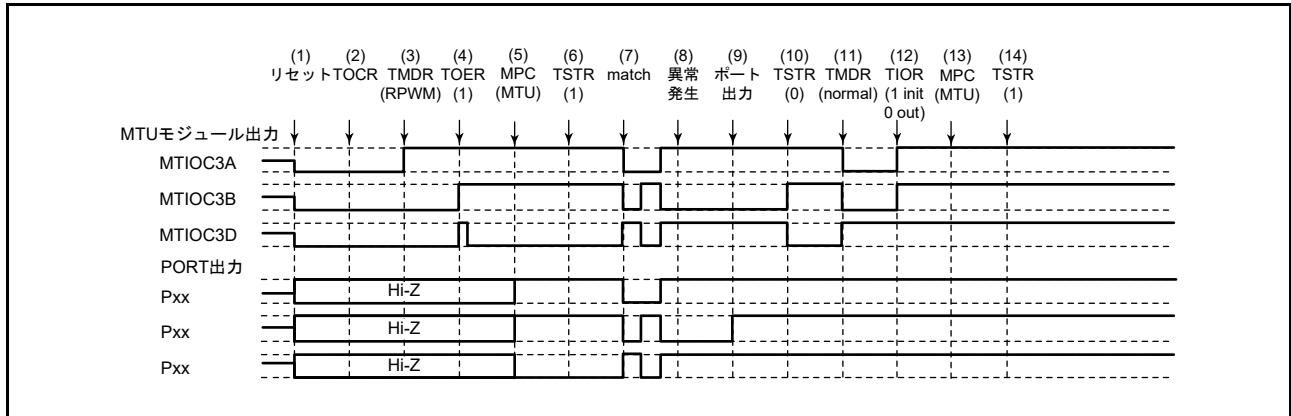

図 20.179 リセット同期 PWM モードで異常が発生し、ノーマルモードで復帰する場合
リセット同期 PWM モードで異常が発生し、再設定後ノーマルモードで再スタートする場合の説明図を図 20.179 に示します。
(1) ~ (10) は図 20.179 と共通です。
(11) PWM モード 1 を設定してください (MTU 出力は正相側が Low、逆相側が High となります)。
(12) TIOR レジスタで端子を初期化してください (PWM モード 1 では MTIOCnB (MTIOCnD) 端子に波形が出力されません。出力すべきレベルがある場合は、I/O ポートのポート方向レジスタ (PDR)、ポート出力データレジスタ (PODR) で汎用出力ポートの設定をしてください)。
(13) MPC と I/O ポートのポートモードレジスタ (PMR) で MTU 出力としてください。
(14) TSTR (TSTRB) レジスタで再スタートします。
(28) リセット同期 PWM モードで動作中に異常が発生し、相補 PWM モードで再スタートする場合の動作
- (11) TOERA (TOERB) レジスタで MTU3、MTU4 (MTU6, MTU7) の出力を禁止してください。
- (12) TOCR1A、TOCR2A (TOCR1B, TOCR2B) レジスタで相補 PWM の出力レベルと周期出力の許可 / 禁止を選択してください。
- (13) 相補 PWM を設定します (MTU の周期出力端子は Low になります)。
- (14) TOERA (TOERB) レジスタで MTU3、MTU4 (MTU6, MTU7) の出力を許可してください。
- (15) MPC と I/O ポートのポートモードレジスタ (PMR) で MTU 出力としてください。
- (16) TSTRA (TSTRB) レジスタで再スタートします。
(29) リセット同期 PWM モードで動作中に異常が発生し、リセット同期 PWM モードで再スタートする場合の動作
(11) MPC と I/O ポートのポートモードレジスタ (PMR) で MTU 出力としてください。
(12) TSTR (TSTRB) レジスタで再スタートします。
(13) コンペアマッチの発生によりリセット同期 PWM 波形を出力します。